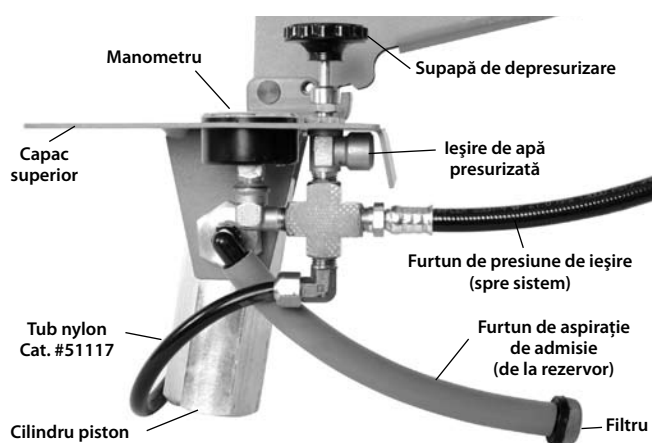

Figura 2 – Componentele pompei
**NOTĂ** Supravegheați cu atenție presiunea pentru a evita depășirea presiunii de test/nominale. Presiunea deasupra valorii nominale a pompei de 725 psi (50 bar) va cauza deteriorarea pompei. De regulă tubul de nylon (Figura 2) se va rupe, protejând celelalte componente.